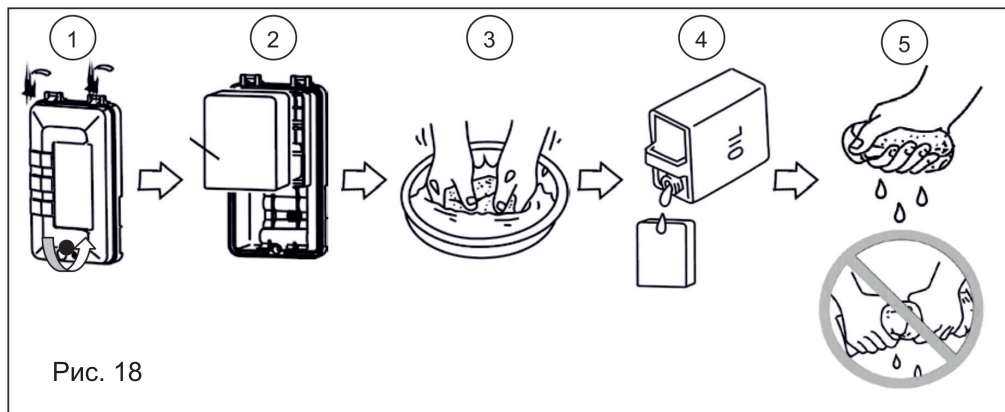

Рис. 18
- Снимите крышку воздушного фильтра, открутив винт крепления крышки (рис. 18)